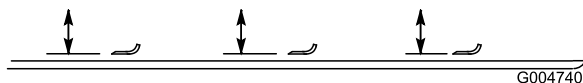

Figure 82
2. Tournez la lame dans le sens longitudinal (Figure 82). Mesurez la distance entre l'intérieur du plateau de coupe et le tranchant à l'avant de la lame. Notez cette valeur.